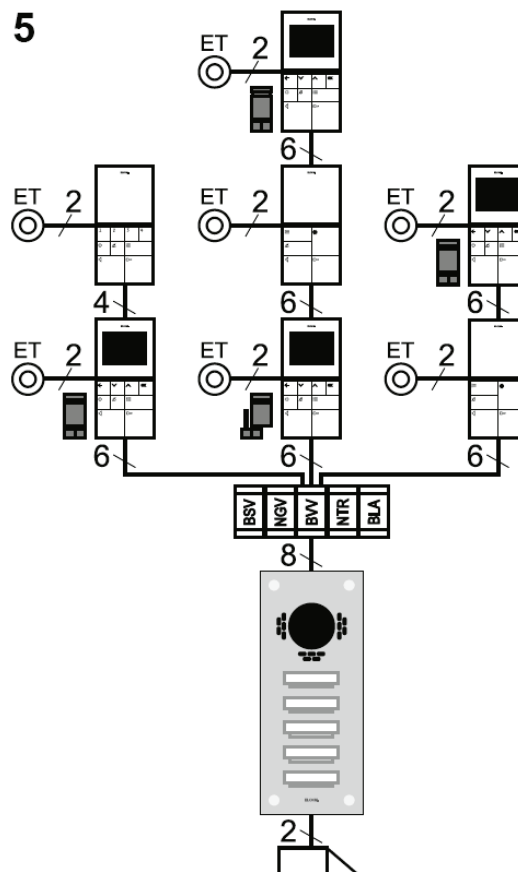
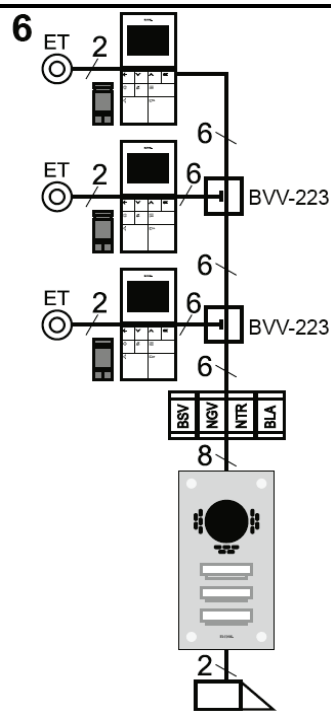

Bild 5
Bild: 6
- i** Bei Stern-, Baumstruktur (Bild 5) oder Stichstrukturen (Bild 6) müssen Videoverteiler verwendet werden.